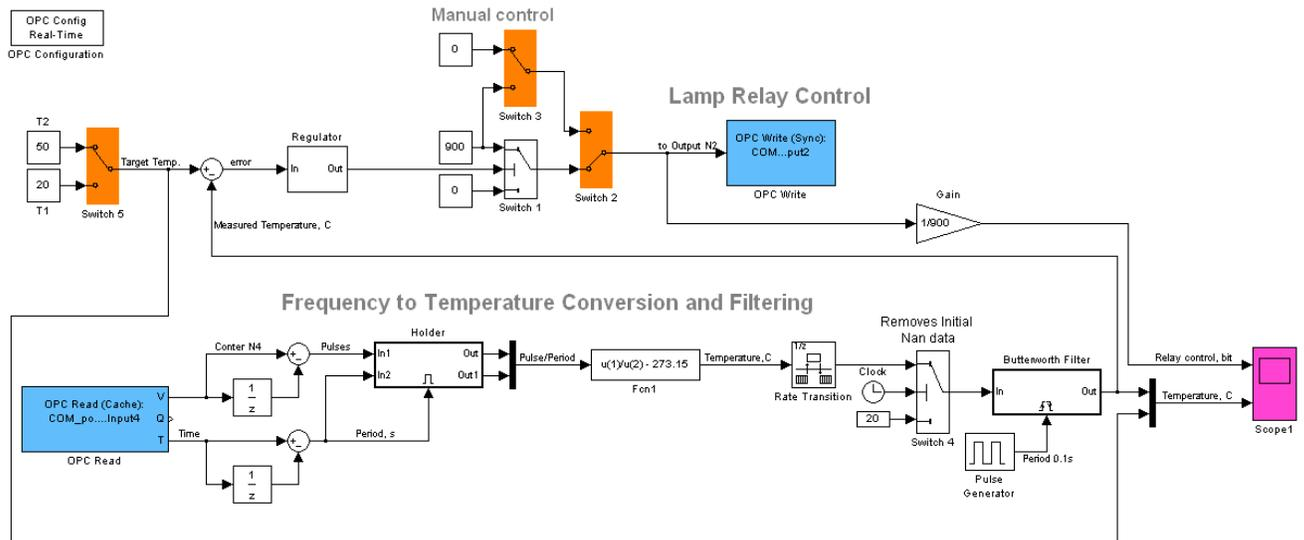

Рис. 11. RT simulink модель виртуальной части системы термостатирования на базе OPC сервера и промышленного модуля ввода/вывода ОВЕН МК110.
5. Создайте или загрузите модель МатЛАБ (см. Рис. 11).